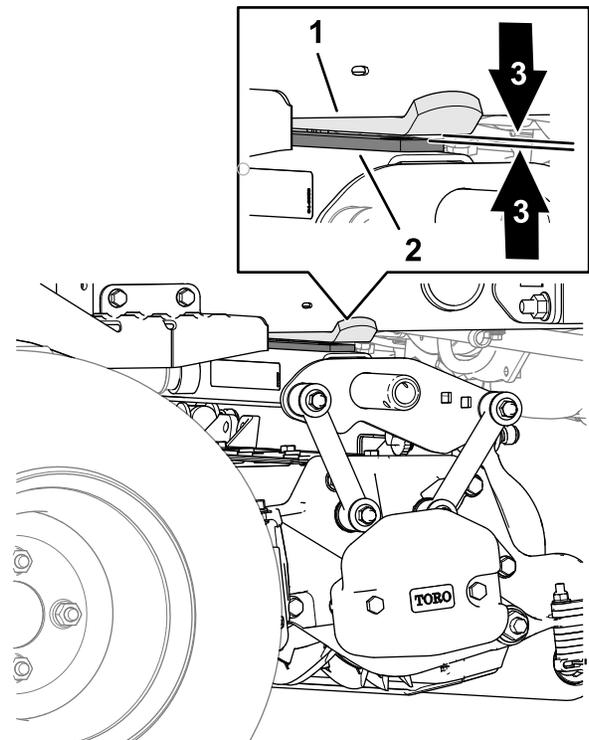

Figura 27
4. Na unidade de corta traseira, meça a folga entre a correia de desgaste na parte superior da barra de desgaste da unidade de corte traseira e a batente de encosto (Figura 27).